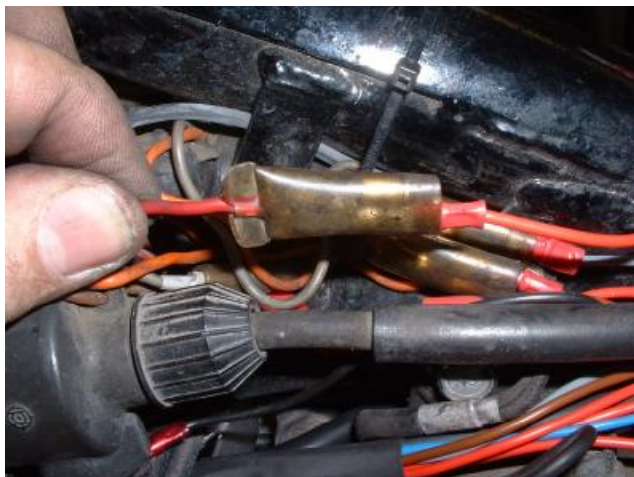

Bild 13
1. Die beiden braunen Kabel der Zündspulen aus der Doppelbuchse am rot/weißen Kabel ausstecken und das rote Kabel der Zündbox hier anschliessen (Bild 13).